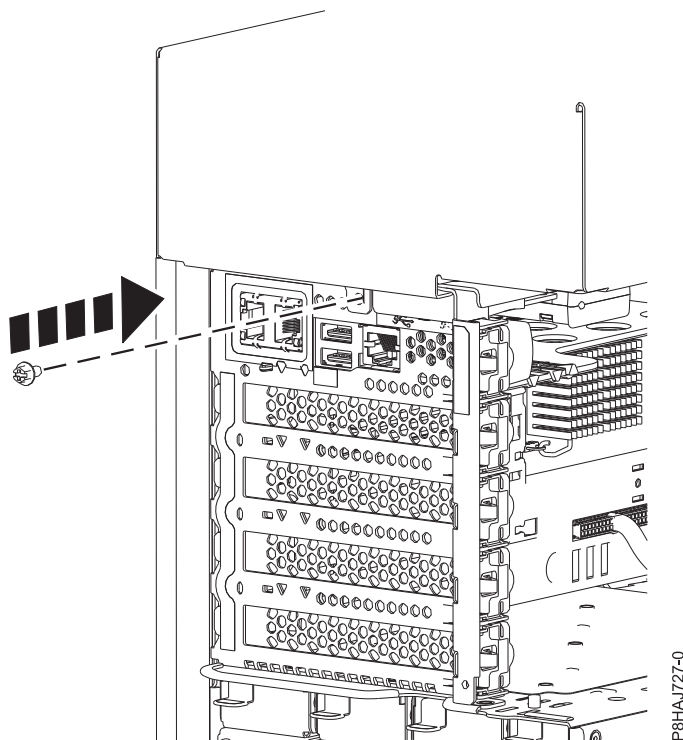

Figura 109. Col·locació del cargol de la coberta lateral model 8286-41A
5. Col·loqueu el cargol posterior de la coberta lateral amb un tornavís Phillips, tal com es mostra a la Figura 109 a la pàgina 136.